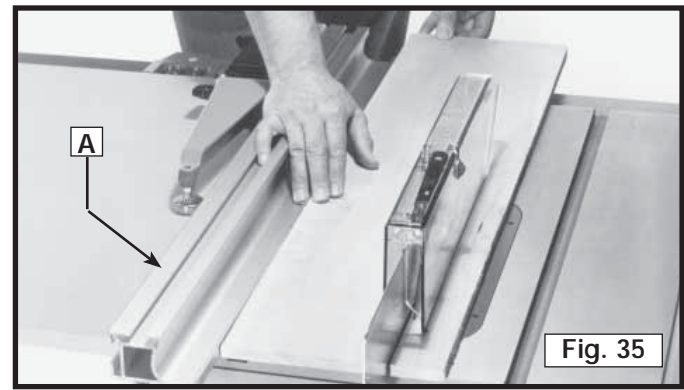

Fig. 35
1. Démarrer le moteur et avancer la pièce en l'appuyant contre le guide. Ne jamais se mettre dans la trajectoire de la scie lors d'une opération de sciage en long. Lorsque la largeur de la pièce pour le sciage sur le long est de 152 mm (6 po) ou plus, tenir la pièce des deux mains et l'avancer le long du guide sous la lame de la scie (fig. 35). Utiliser la main droite pour avancer la pièce sur la lame de la scie. Utiliser la main gauche pour guider la pièce. Ne pas guider l'ouvrage avec la main gauche. Lorsque la pièce dépasse la lame de scie et les doigts anti-effet de rebond, retirer les mains de la pièce.